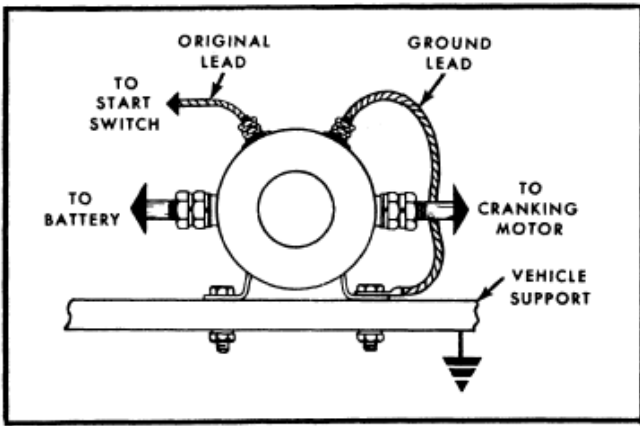

Figure 2
2. Assurez-vous de que la base de l'interrupteur (relais) soit bien connectée à terre. Si l'interrupteur (relais) a deux petites terminales, une d'elles doit être aussi connectée à terre. Voir la figure 2.